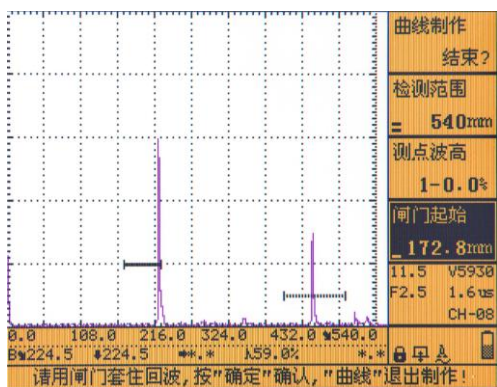
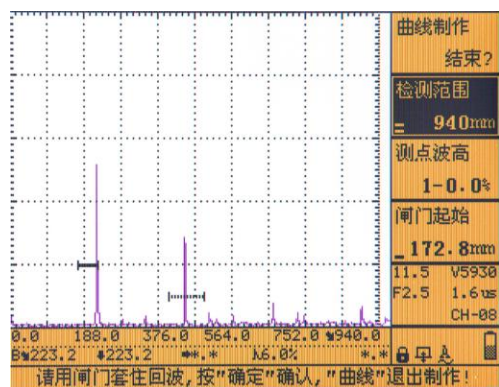

图 4.22
图 4.23
- 2、选择“AVG”主菜单，选择“曲线制作”子菜单，单击【确认】键或旋轮，开始 AVG 制作，“曲线制作”子菜单中的“开始”变为“结束？”。仪器自动选择“闸门起始”子菜单，且“测点波高”由“1-\*. \*”变为“1-0.0%”。如图 4.22 所示。本例中制作的是 3 点 AVG 曲线，因此需要调整检测范围，使得屏幕显示出大平底的第三次底面回波，范围调整的结果如图 4.23 所示。